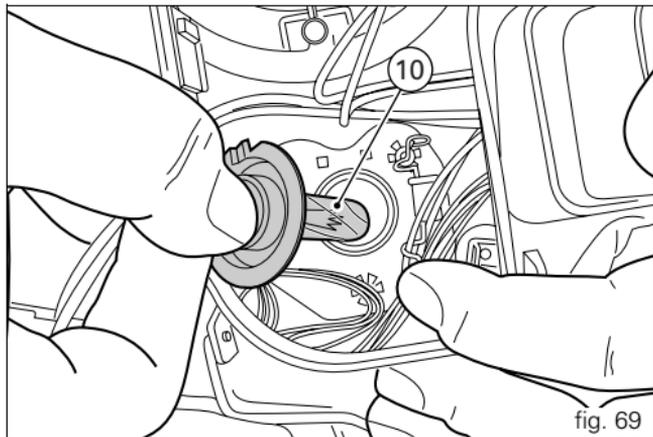

fig. 69
Extraia a lâmpada fundida (10) e substitua-a por uma nova, tendo cuidado para não tocar no quartzo transparente (fig. 69).